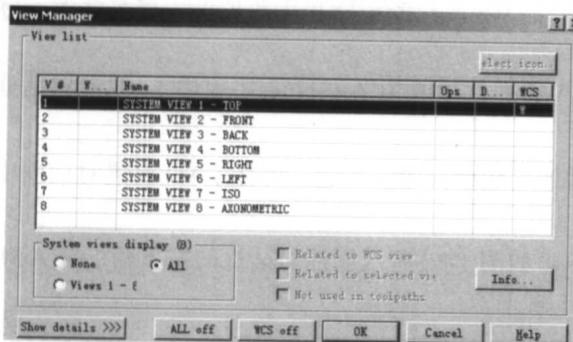

图 1-34
(6) 增加了“视图管理器”。单击辅助菜单的 WCS，显示“视图管理器”，如图 1-34 所示，用它可创建和编辑视图名。